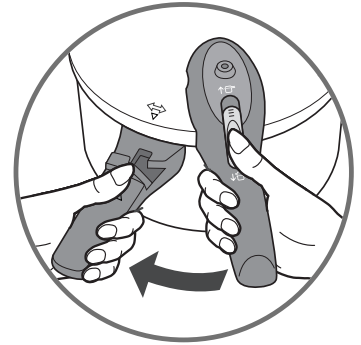

Fig 3
- Posez le couvercle bien à plat sur la cuve en alignant les triangles du couvercle et de la poignée de cuve - Fig 3
- Tournez le couvercle vers la gauche jusqu'à la butée - Fig 3